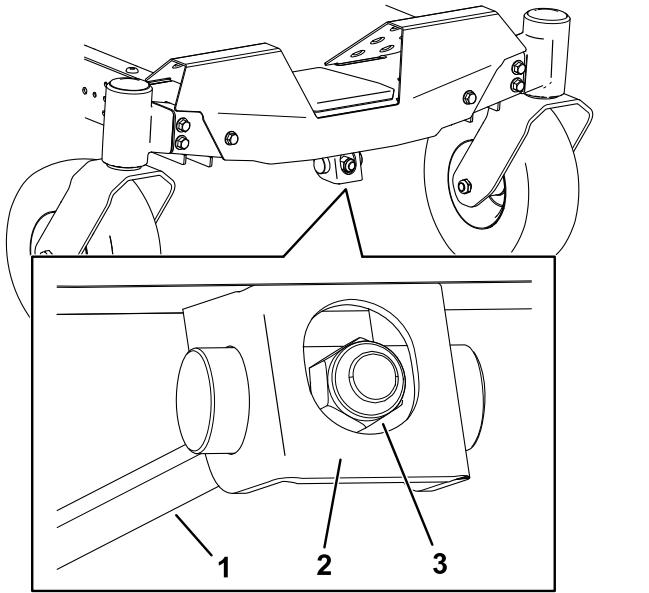

Рисунок 71
- Поверните регулировочную гайку в передней части газонокосилки (Рисунок 71).